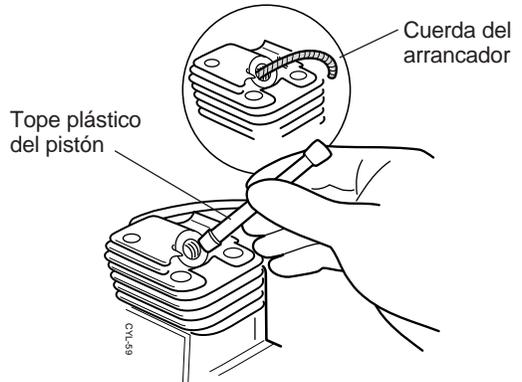

Figura 13.5 Fijar el cigüeñal
Paso 1. Retirar la bujía y luego fijar el cigüeñal insertando un tope plástico del pistón o un tramo de cuerda del arrancador a través del agujero de la bujía (figura 13.5)